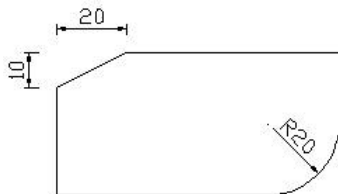

图 2-54 对图形进行倒角圆角
⑥倒角。给对象加倒角, 如图 2-54 所示。
⑦圆角。给对象加圆角, 如图 2-54 所示。